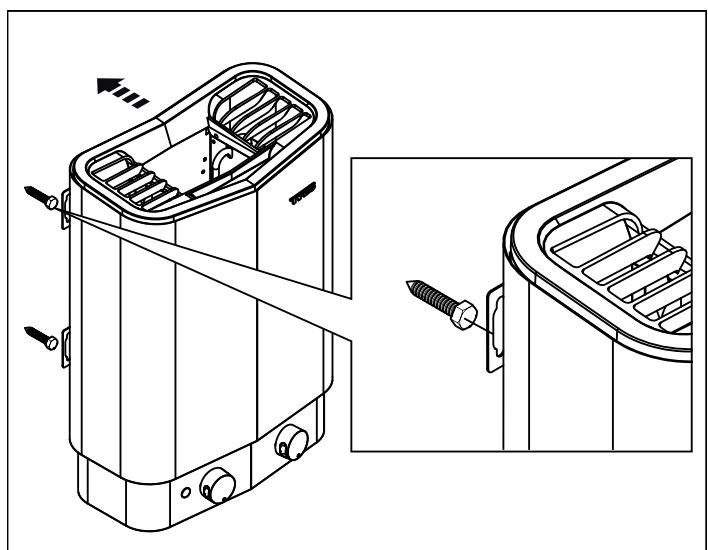

Fig 9: Häng upp aggregatet
7. Häng upp aggregatet på skruvorna (se Fig 9).